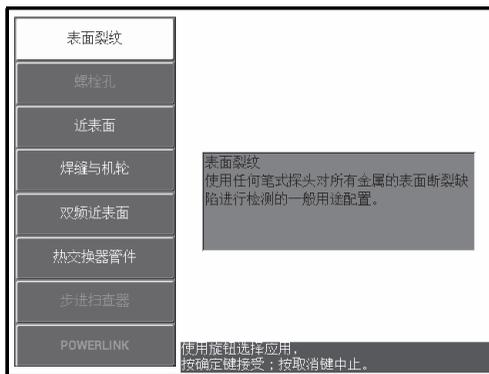

图 5-84 表面裂纹应用
2. 按一下高级设置菜单键 (⚙️), 然后选择**应用选择**（功能键 A），打开应用选择菜单。使用旋钮选择**表面裂纹**，然后按确定键 (✓) 接受（参见第 175 页的图 5-84）。